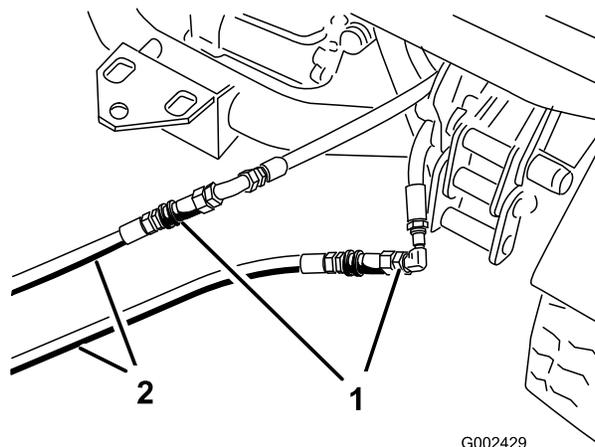

Рисунок 84
3. На неисправном автомобиле подсоедините два шланга-перемычки к шлангам, которые были отсоединены (Рисунок 84).